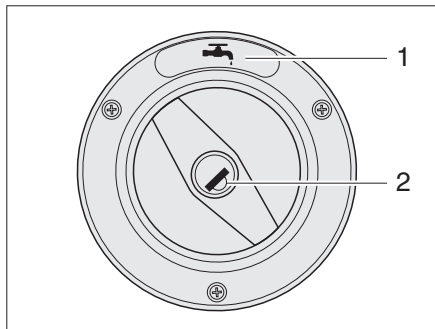
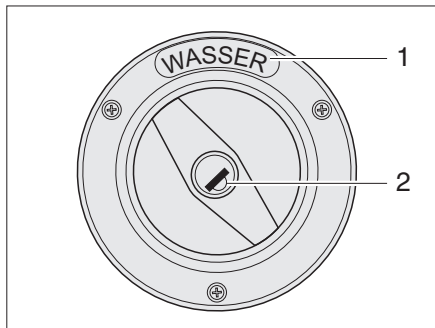

Fig. 15 Tapa de cierre del tubo de llenado de agua potable (variante 1)
Fig. 16 Tapa de cierre del tubo de llenado de agua potable (variante 2)
El tubo de llenado de agua potable está marcado con el símbolo  (Fig. 15,1) o el rótulo "WASSER" ("AGUA") (Fig. 16,1).
- ▶ Introducir la llave en el cilindro de cierre (Fig. 15,2 ó Fig. 16,2) y girarla en sentido contrario a las agujas del reloj.